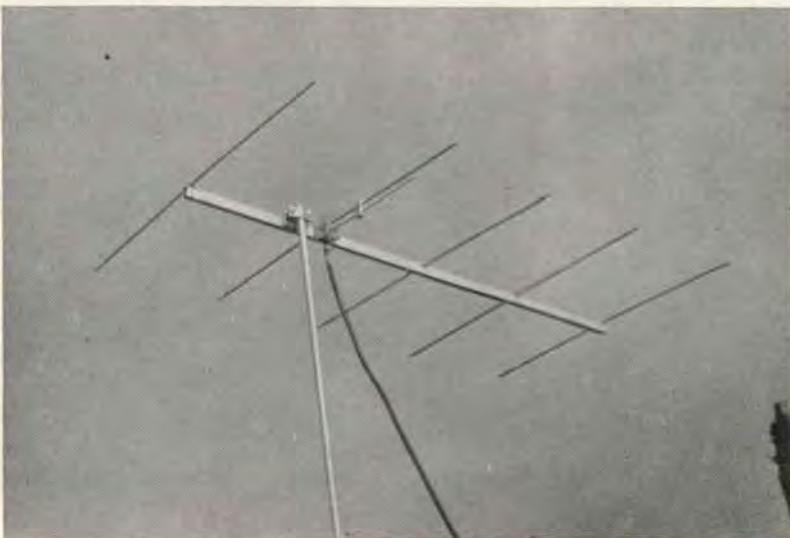
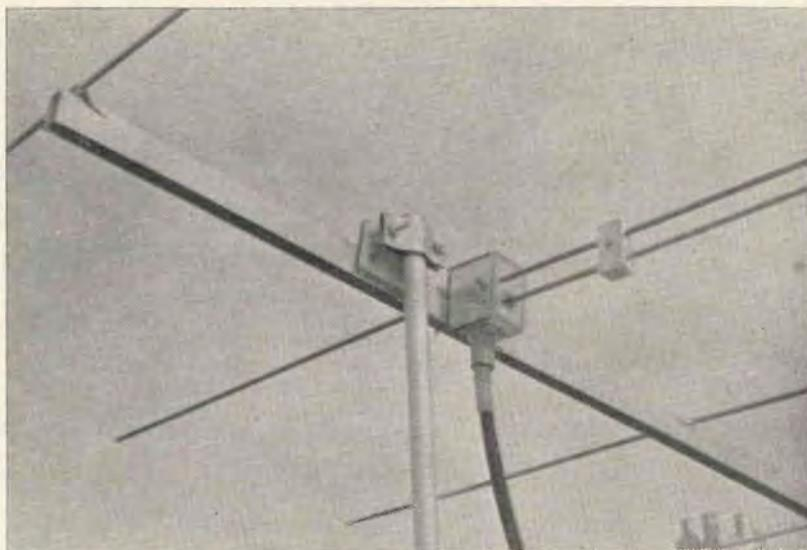

Figura 1
Figura 2 - Adattatore d'impedenza a «gamma match»
Pertanto, per tagliare la testa al toro, dopo una ulteriore esortazione a fissare sempre a priori una data qualità di linea di discesa da usare, presenterò qui semplicemente una 5 elementi (figura 1) per 144 MHz con adattatore a gamma (gamma match) (figura 2).
b) con il morsetto di cortocircuito spostabile (figura 2) si può trovare facilmente il **punto** critico per **adattare** all'antenna, « **sul posto** », un cavo qualsiasi, cioè anche quello di cui non sappiamo l'impedenza.